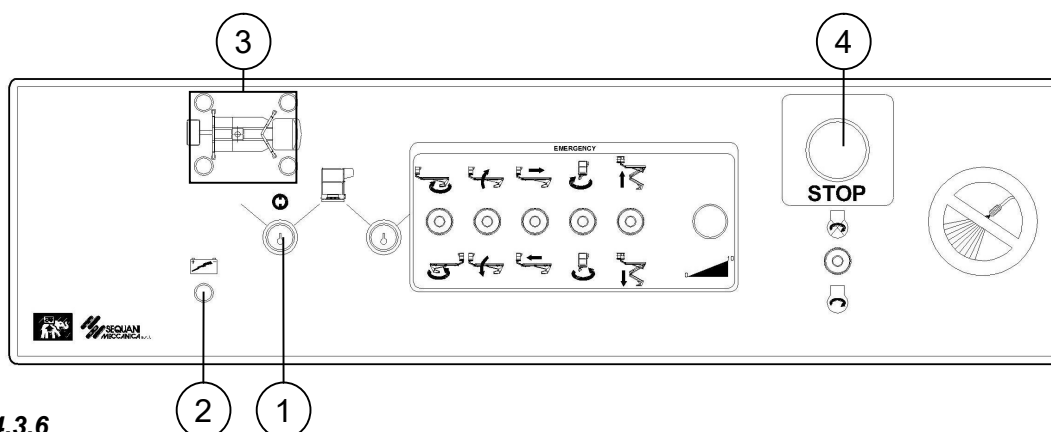

fig. 4.3.6
- ruotare la chiave del selettore (*pos.1 fig. 4.3.6*) nella posizione "Piattaforma di lavoro"
- inserire la chiave nel selettore del quadro comandi a terra e ruotarla in posizione "stabilizzatori" (*pos. 1 fig. 4.3.6*)
- verificare lo spegnimento delle spie gialle degli stabilizzatori (*pos. 3 fig. 4.3.6*)
- ruotare la chiave nella posizione "neutra" ed estrarla dal selettore (*pos. 1 fig. 4.3.6*).